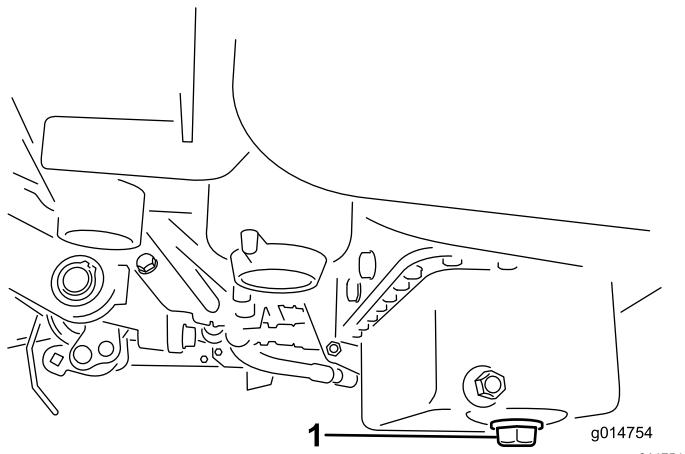

図 46
1. ドレンプラグを外してオイルを容器に受ける。オイルが抜けたらドレンプラグを取り付ける図 46。